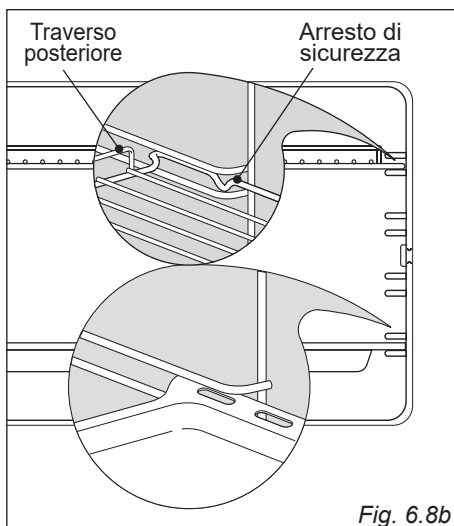

Fig. 6.8b
- Infilare in mezzo alle guide dei telai laterali la leccarda e la griglia come in (fig. 6.8b).